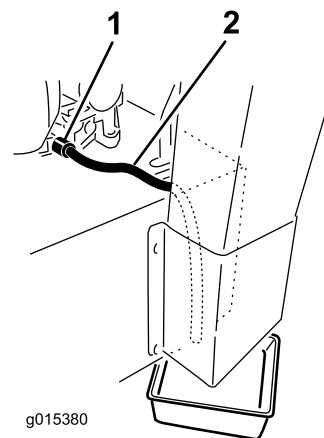

Figura 36
**Nota:** Girate la valvola di spurgo dell'olio per lasciar defluire l'olio (Figura 36).